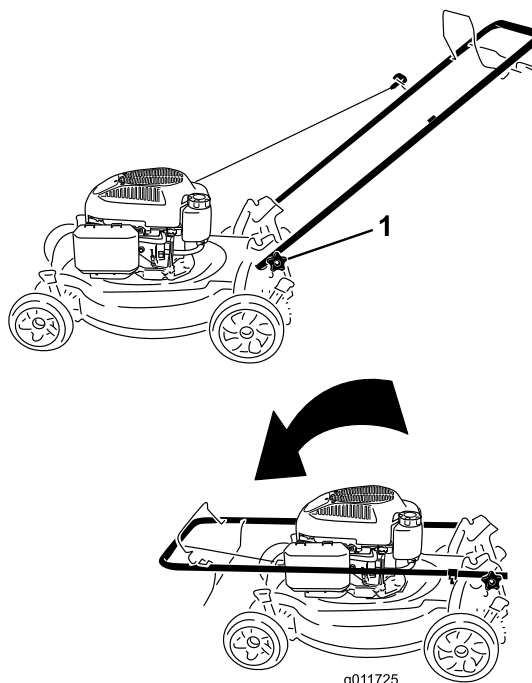

Figure 24
1. Desserrez les boutons du guidon jusqu'à ce que le guidon bouge librement (Figure 24).
1. Bouton du guidon (2)
2. Pliez le guidon en avant comme indiqué à la (Figure 24).